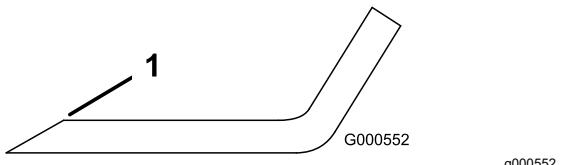

Figura 98
1. Utilice una lima para afilar el filo de corte en ambos extremos de la cuchilla (Figura 98).
Nota: Si la cuchilla no está equilibrada, rebaje algo el metal en la parte de la vela solamente con una lima (Figura 98).